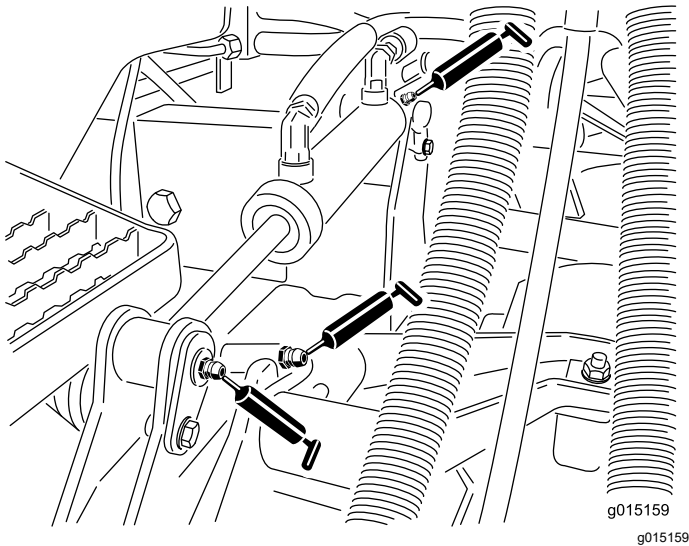

Figure 50
- Bagues de bras de levage (1 par unité de coupe) (Figure 50)
- Bagues de vérin de levage (2 par unité de coupe) (Figure 50)